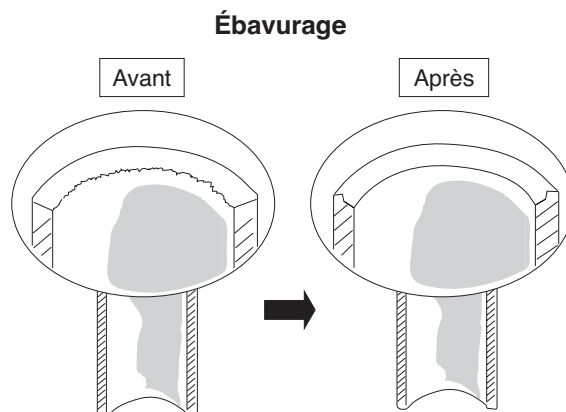

Fig. 8
- (1) Coupez le tuyau à la longueur nécessaire à l'aide d'un coupe-tube. Il est recommandé de procéder à la coupe avec une longueur supplémentaire de 30 à 50 cm de plus que la longueur de tuyau estimée.
- (2) Retirez les bavures aux extrémités du tuyau en cuivre à l'aide d'un alésoir ou d'une lime. Cette opération est importante et doit être effectuée avec un grand soin pour obtenir un bon évasement (Fig. 8).